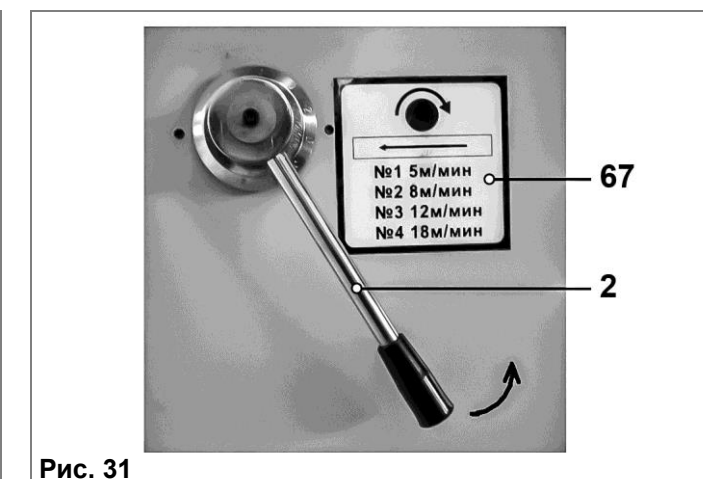

Рис. 31
ВНИМАНИЕ: При регулировке глубины строгания 8 мм узел подающего ролика (52) не сможет прижимать заготовку, как при глубине 1-2 мм. Для предотвращения несчастных случаев необходимо производить регулировки в соответствии с фактической глубиной строгания. Во время регулировки соблюдайте балансировку подающего ролика (52). **ВНИМАНИЕ:** При глубине строгания 8 мм применяйте заготовку из мягких пород древесины и шириной не более 300 мм; автоматическая подача должна быть минимальной (№ 1) - 5 м/мин. (Рис. 31).